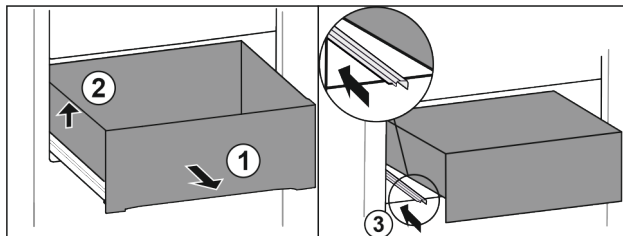

Fig. 88
- ▶ Dra ut utdragslåda fram till stopp. Fig. 88 (1)
- ▶ Lyft utdragslåda på vänster sida. Fig. 88 (2)
- ▶ Skjut in vänster skena. Fig. 88 (3)